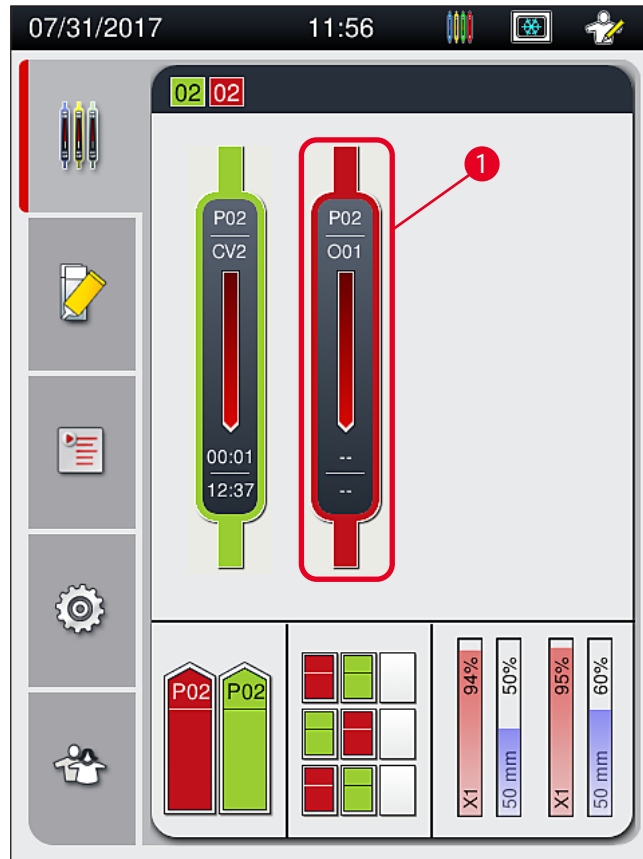
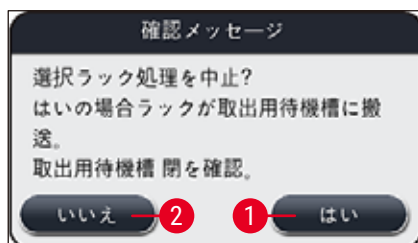

図 78
図 80
- ① 封入処理のキャンセルは、プロセスステータス表示画面からのみ行うことができます（→ 図 78）。
ラック処理中止 (→ 図 79-1) ボタンを押すと、情報メッセージが表示されます (→ 図 80)。中止を確定するには、はい (→ 図 80-1) を押します。いいえ (→ 図 80-2) を押すと、プロセスステータス表示画面 (→ 図 78) に戻ります。